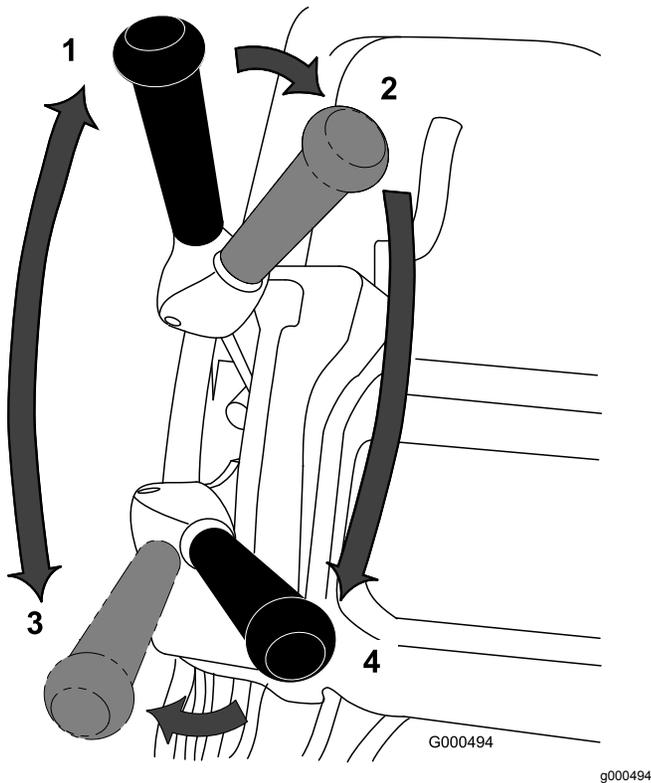

Bild 23
1. Lassen Sie den Motor an, stellen den Gasbedienungshebel auf verringerte Geschwindigkeit, drücken den Holm nach unten, um die Schneideinheit anzuheben, aktivieren Sie die elektronische Sicherheit, schieben den Fahrtriebshebel und den Spindeltriebshebel in die Stellung VORWÄRTS und transportieren Sie die Maschine an den Rand der Rasenfläche (Bild 23).
2. Schieben Sie den Schalthebel in die NEUTRAL-Stellung (Bild 23).
- Stellen Sie den Antriebshebel in die Stellung: NEUTRAL und Spindeltrieb in die Stellung: AUSGEKUPPELT (Bild 23).
- Stellen Sie den Antriebshebel in die Stellung: VORWÄRTS und Spindeltrieb in die Stellung: EINGEKUPPELT (Bild 23). Geben Sie Gas, bis die Maschine die gewünschte Fahrgeschwindigkeit erreicht hat. Fahren Sie die Maschine auf die Grünfläche, senken die Schneideinheit ab und beginnen Sie mit dem Mähen.